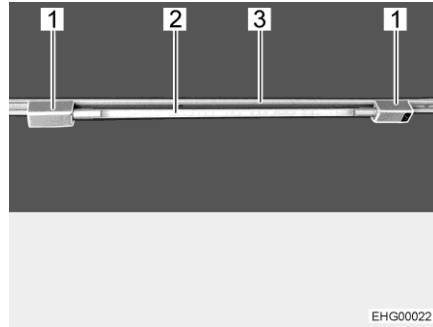

Fig. 28 Tube luminescent
- Placer les deux supports (Fig. 28,1) dans le rail (Fig. 28,3). Tourner pour ce faire les support de 90°.
- Ficher le corps de la lampe (Fig. 28,2) dans un des supports.
- Tourner le corps de la lampe (Fig. 28,2) jusqu'à obtenir l'effet lumineux désiré.